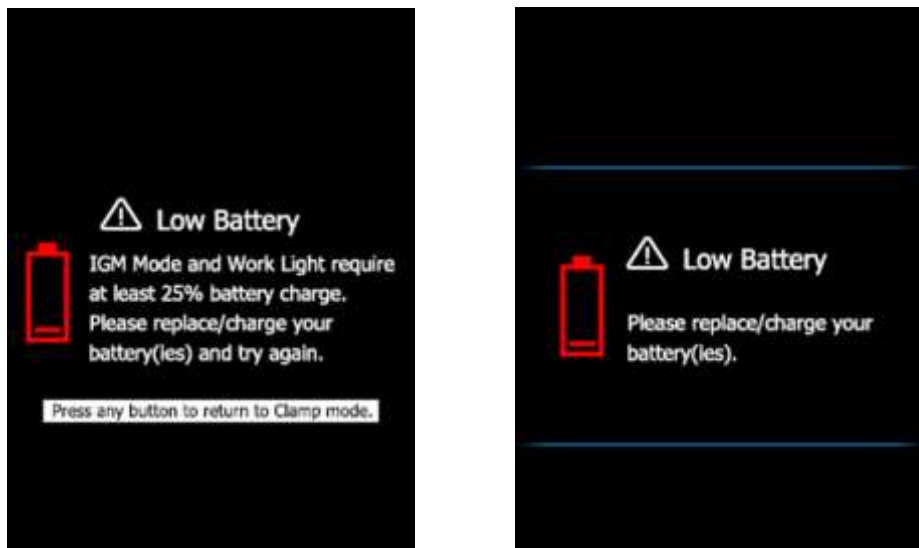

FIG. 5-1 Alertas de batería débil
2. Si el indicador de la batería  muestra que el voltaje de la batería es bajo, si aparece una de las pantallas de Batería débil (Fig. 5-1), o si el medidor no enciende, reemplace las tres (3) baterías 'AA'. Consulte la Sección 12.2 Reemplazo de la batería. Si usa el sistema de carga Modelo TA04, por favor recargue la batería recargable.